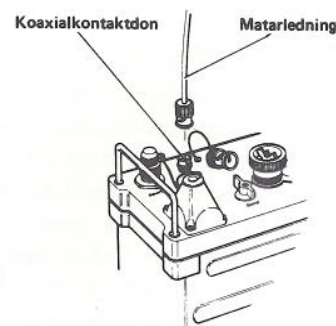

Bild 32. Anslutning av matarledning från högantenn, effektsteg och fordonsantenn
1. Ta bort skyddslocket från koaxialkontakt donet (bild 32).